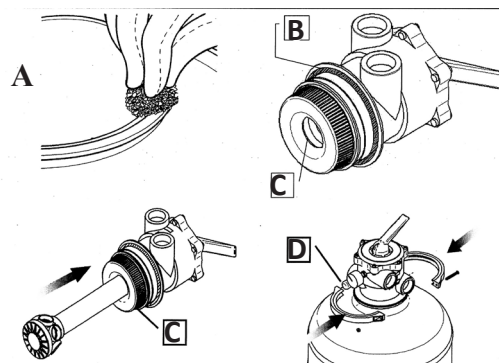

Fig. 2
- 2) Torka av filterbehållarens kant (**fig.2-A**) noggrant, uppe vid öppningen. Förvissa dig om att den mjuka O-ringen (**fig.2-B**) sitter rätt på sexvägsventilen.
- 3) Sätt in inloppsröret med bollen, i sexvägsventilen (**fig.2-C**).
med låsringen (**fig.2-D**).